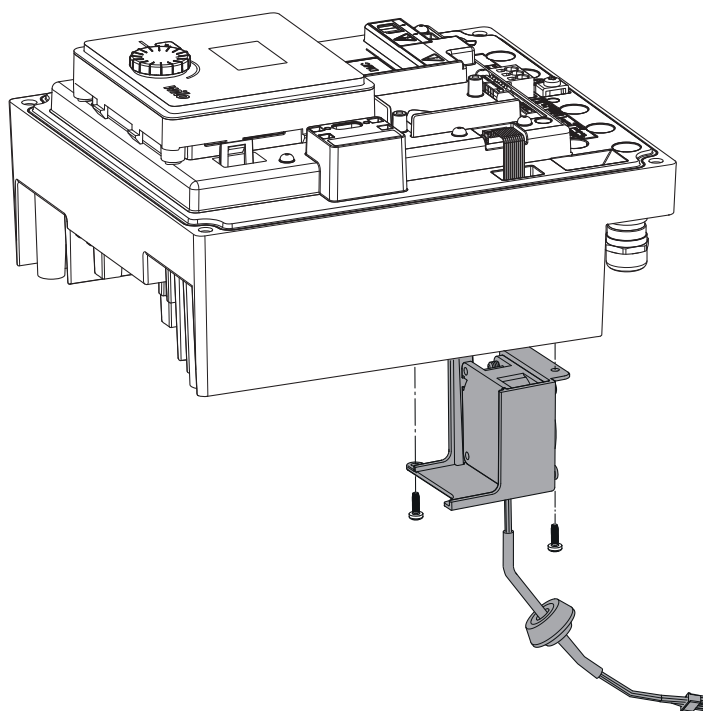

Fig. 45: Nuimkite modulio ventiliatorių su kabeliu ir guminiu sandarikliu
- Atidarykite elektronikos modulio dangtį. (Fig. 45).